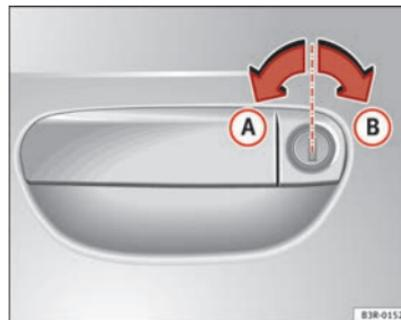

Fig. 71 Movimientos de la llave para abrir y cerrar
- Gire la llave hacia la izquierda en la cerradura de la puerta del conductor hasta alcanzar la posición de apertura **A** ⇒ fig. 71.
- Gire la llave hacia la derecha en la cerradura de la puerta del conductor hasta alcanzar la posición de cierre **B** ⇒ fig. 71 ⇒ .
Para ello, gire la llave en la cerradura de la puerta del conductor **dos veces** sucesivamente hasta alcanzar la posición de cierre  ⇒ fig. 71.